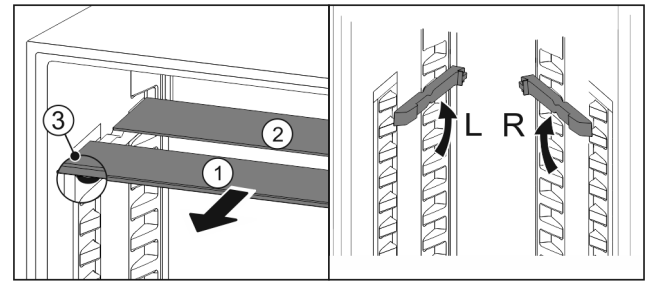

Fig. 50
- ▶ Húzza ki Fig. 50 (1) előre az üveglapokat egyesével.
- ▷ Az üveglap Fig. 50 (1) a dísléccsel előre néz.
- ▷ Az ütközők Fig. 50 (3) lefelé mutatnak.